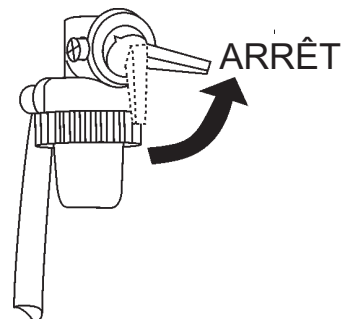

Figure 29. Culbuteur de carburant du moteur (ARRÊT)
5. Placer le culbuteur de carburant du moteur (Figure 29) en position **ARRÊT**.